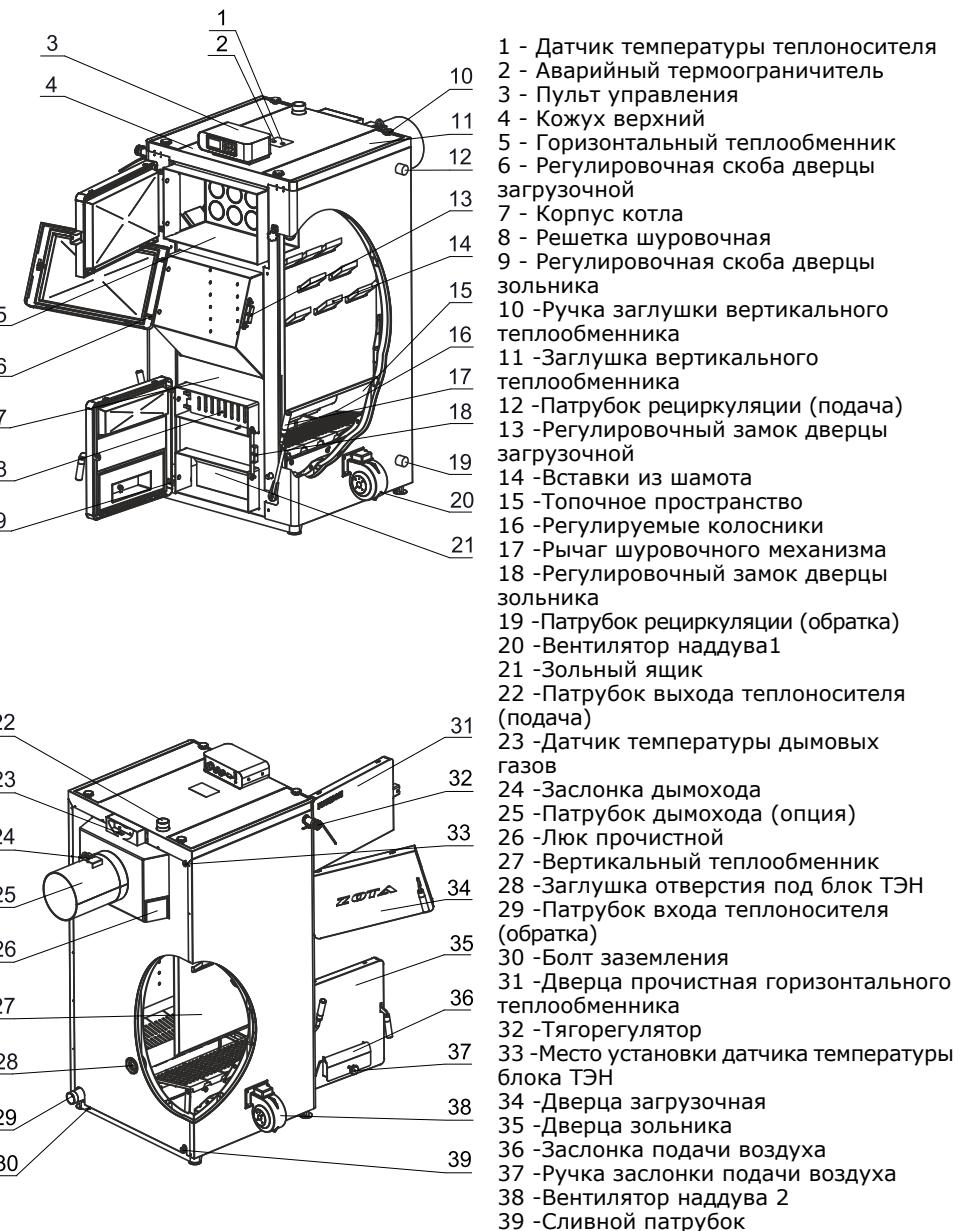

Рис.1 Конструкция отопительного котла
4.5.10. Эксплуатация котла без зольного ящика (поз.21 Рис.1).
5.2 . Котел (Рис.1) состоит из корпуса (поз.7), топочного пространства (поз.15), системы газоходов (поз.5, 27). Корпус котла выполнен из листовой стали сварной конструкции с водяной рубашкой и системой газоходов, переходящих в дымоход (поз.25) (опция) с заслонкой (поз.24).
• Снимите заглушку теплообменника (поз.11, Рис.1), выньте шамотные вставки, произведите чистку газохода от сажи, установите вставки из шамота обратно.
Внимание! Не допускайте переполнения зольника (поз.21, Рис.1), так как это препятствует правильному распределению воздуха под топливом, что приводит к неэффективному горению топлива и может быть причиной прогорания колосников и шуровочного механизма.
- Установить регулировочную ручку (Табл.2 поз.17) вместо ручки крепления заслонки таким образом, чтобы она не препятствовала закрытию заслонки подачи воздуха (поз.37, Рис.1);
При работе котла в основном режиме от наддувного вентилятора, необходимо выкрутить регулировочную ручку на заслонке и вместо нее установить ручку крепления заслонки с резьбой M6 (поз.38, Рис.1), заслонка должна прилегать плотно к окну дверцы, чтобы не было подсоса воздуха.
8.5.3. Мощность котла в грубых пределах регулируется с помощью изменения тяги поворотом заслонки (поз.24, Рис.1) в дымоходе. Тонкая регулировка производится с помощью тягорегулятора.
8.5.4. Для обеспечения длительного горения топлива вычистите колосниковые решетки качанием рычага шировки (поз.19, Рис.1). Добавьте в загрузочную камеру необходимое количество топлива, растопите котел, а затем снизьте мощность котла, уменьшая тягу путем прикрытия заслонок на дымоходе и шировочной дверце с помощью тягорегулятора.
5.5. На задней части котла имеется патрубок входа теплоносителя (поз.29) патрубок слива теплоносителя из котла (поз.39) G1/2". Для монтажа системы рециркуляции на боковой стенке котла предусмотрены патрубки G1" (поз.12; 19) Рис.1. На коллекторе дымохода имеются люки прочистные (поз.26) для чистки коллектора.